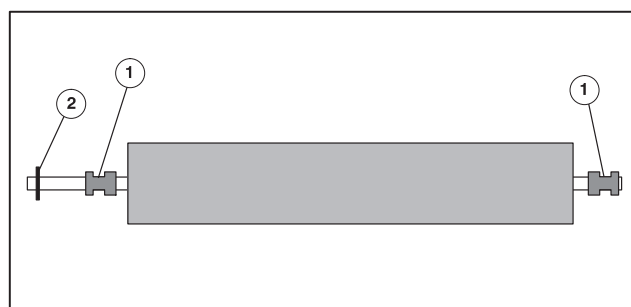
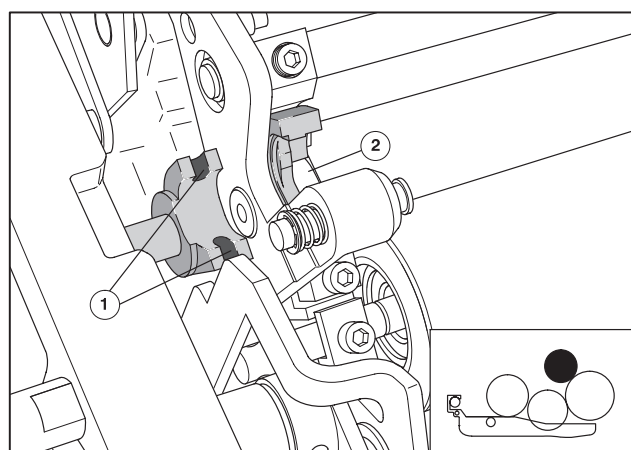

Рис. 14 Увлажняющий растирочный валик
Рис. 15 Установка увлажняющего растирочного валика
- ❶ **Перед установкой увлажняющего растирочного валика** в опоры подшипников, втулки подшипников (Рис. 14/❶) необходимо поместить на оси валика в соответствии с опорами подшипников.
Штифт (Рис. 14/❷) для обеспечения бокового растира находится на стороне обслуживания.
- ❷ Вставьте штифт (Рис. 14/❷) на оси увлажняющего растирочного валика в паз (Рис. 15/❶) на стороне обслуживания. Одновременно вложите увлажняющий растирочный валик с установленными вкладышами подшипника в опоры валика (Рис. 15/❷). Не перекосите втулки подшипника при вложении увлажняющего растирочного валика!